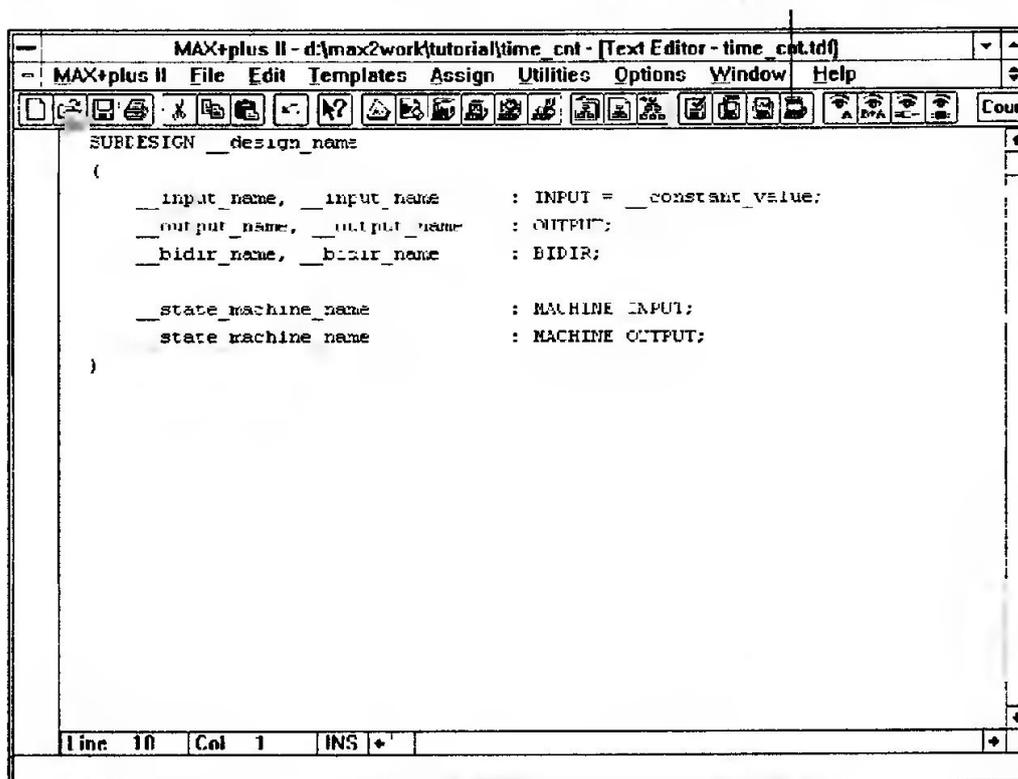

Рис. 2.16
3. Нажмите **OK**. В точке вставки появится раздел подпроекта. Каждое имя переменной начинается с двойного символа подчеркивания (), а каждое ключевое слово набрано заглавными буквами, как показано на рис. 2.16.